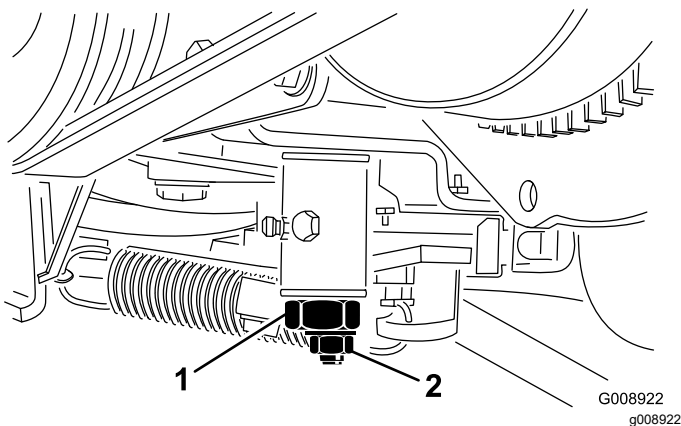

Figura 59
- Afloje la contratuerca de la leva de ajuste de tracción (Figura 59).